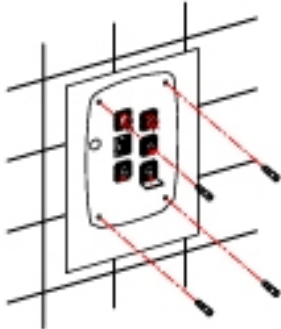

Abbildung 4
- Bohren Sie vier 0.31" große Löcher mit (8 mm) Durchmesser in die Wand und verwenden Sie dabei die mitgelieferte Schablone (Abb. 4).